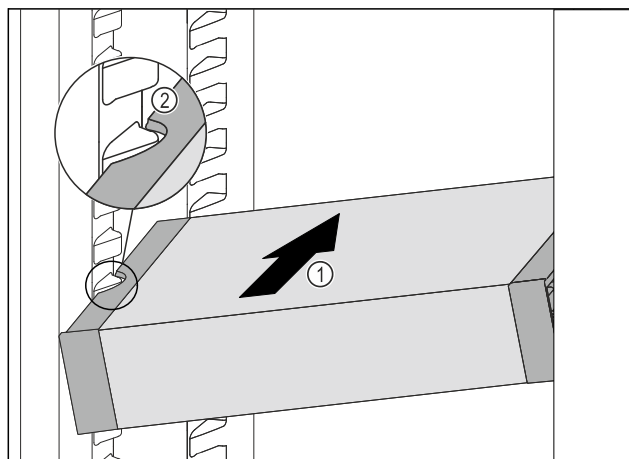

Fig. 123
- ▶ VarioSafe gurajte koso u hladnjak Fig. 123 (1) sve dok se bočni otvori Fig. 123 (2) ladice VarioSafe ne nađu na visini žlijeba spremnika u hladnjaku.